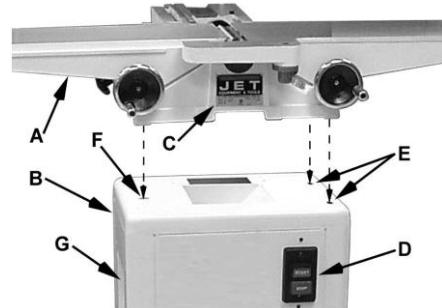

Рис. 2
Установите станок на стенд так, чтобы шкивы располагались на одной стороне, и прикрутите его с помощью поставляемых в комплекте трех специальных болтов и контргайб. Закручивать болты следует снизу (См. Рис. 2).
Как показано на рис.2:
2. Выровняйте два отверстия на верхней части стендса (E) с отверстиями в фуговальном узле, контролируя их положение через крышку на задней стороне стендса.
3. Прикрепите стенд к фуговальному узлу с помощью двух болтов M10x16 и контргайб (H, рис.2). На данном этапе затяните их только вручную.
4. Выровняйте третье отверстие в стендсе (F) с отверстием в фуговальном узле, контролируя его положение через вытяжной штуцер (G).
5. Установите третий болт M10x16 и контргайбу через вытяжной штуцер (G), чтобы закрепить узел на стендсе.
6. Затяните все три болта H (рис. 2) с помощью 14-мм ключа.